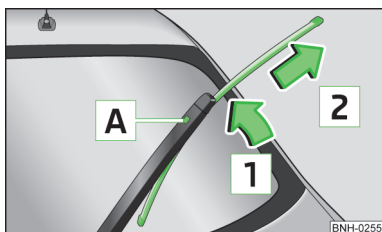

Fig. 162
- Ridicați brațul ștergătorului de pe lunetă și basculați puțin lamela ștergătorului de lunetă în sensul brațului ștergătorului de lunetă, săgeata **1** » fig. 162.